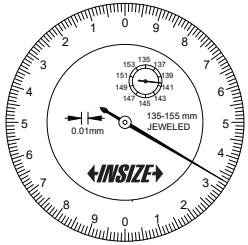

Fig.1
2. Es necesario calibrar el calibre de dial con una herramienta calibrada antes de realizar la medición. El calibre de dial mide la herramienta calibrada (Fig. 1). Si el resultado es igual al valor normal de la herramienta calibrada, el calibre de dial está listo para medir; de lo contrario, gire el bisel para ajustar la lectura al valor normal de la herramienta calibrada.